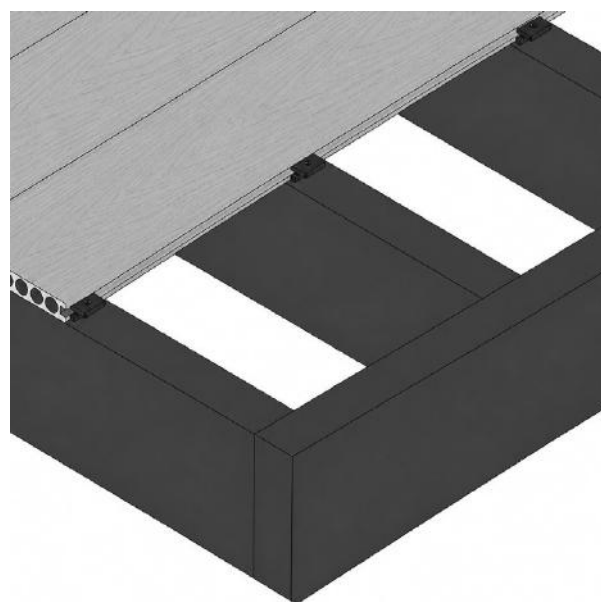

FIG. 7 – REPITA HASTA QUE QUEDEN LAS DOS ÚLTIMAS TABLAS
- 02 Repita los pasos 2-5 hasta llegar a las últimas 2 tablas (fig. 7). La última tabla puede fijarse de 1 de 2 formas, descritas en la siguiente sección.